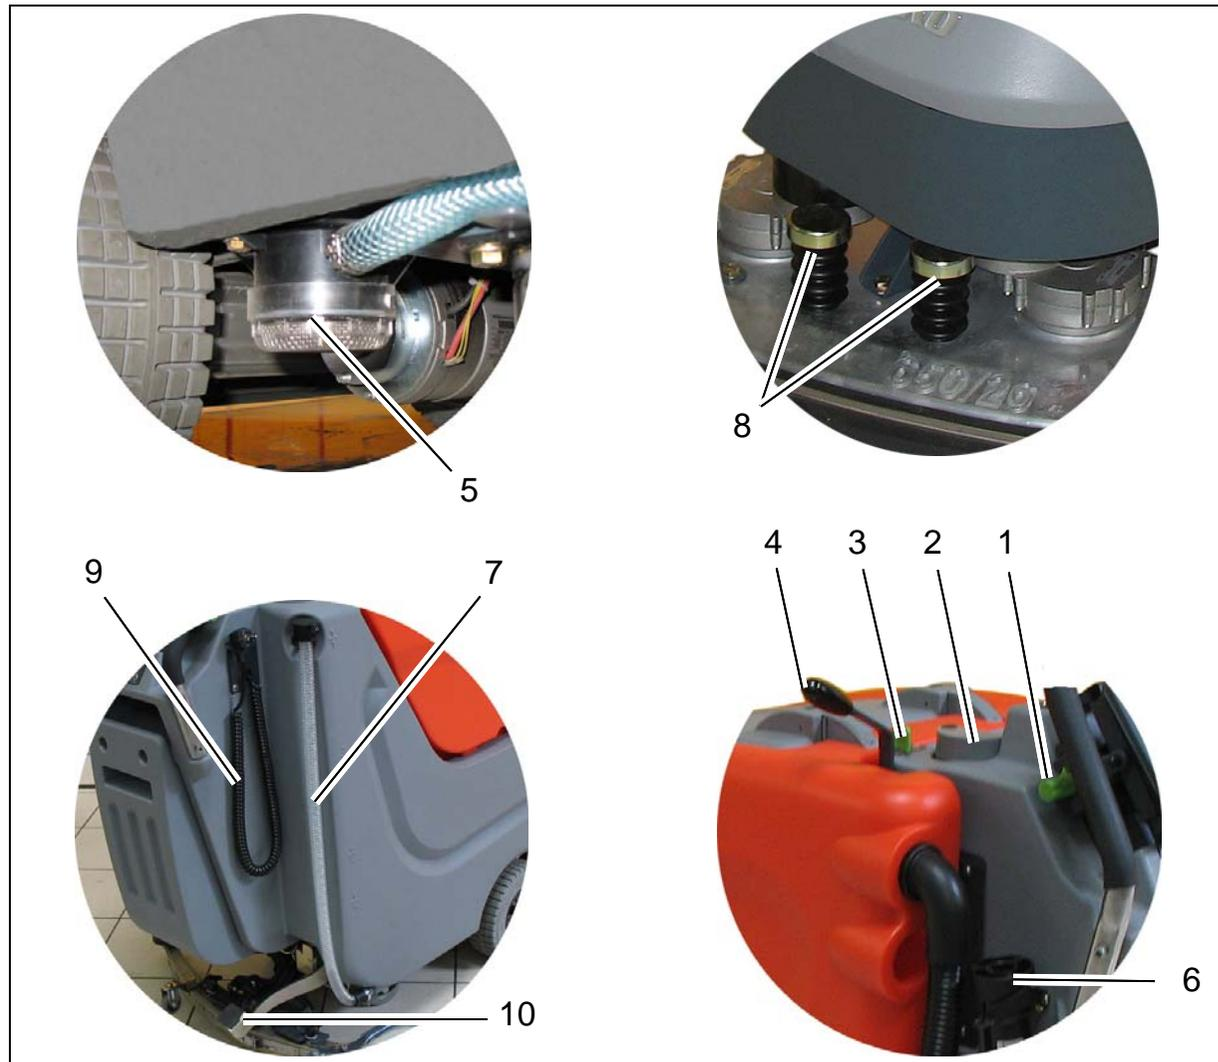

Fig.4
2. Abaisser le suceur avec le levier (Fig. 4/4). La turbine d'aspiration se branche automatiquement.
3. Régler la quantité d'eau propre au moyen de la vanne manuelle (Fig. 4/3)
4. Abaisser la tête de brosses avec la pédale (Fig. 4/10). L'alimentation en eau propre se branche automatiquement.
5. Régler la vitesse de travail et le sens du déplacement au moyen du levier de marche (Fig. 4/1).
### Levier de marche (Fig. 4/1)
### Ouverture de remplissage de l'eau propre (Fig. 4/2)
### Vanne manuelle de l'eau propre (Fig. 4/3)
### Levier à main de soulèvement du suceur (Fig. 4/4)
### Filtre d'eau propre (Fig. 4/5)
### Flexible d'évacuation de l'eau sale (Fig. 4/6)
### Flexible d'évacuation de l'eau propre (Fig. 4/7)
### Éjecteur de brosses (Fig. 4/8)
### Raccordement au secteur (Fig. 4/9)
### Pédale de la tête de brosses (Fig. 4/10)